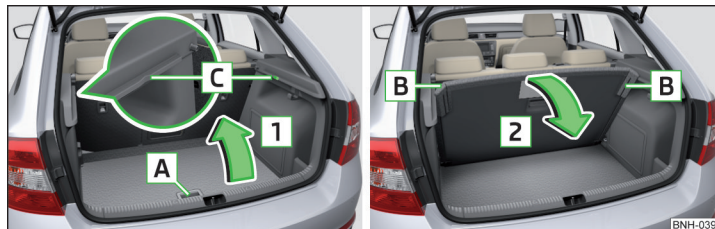

Abb. 88 Variablen Ladeboden hochklappen / herunterklappen
- › Den variablen Ladeboden am Griff **A** » Abb. 88 fassen.
- › Den variablen Ladeboden in der Mitte oder am Griff **A** » Abb. 88 fassen.